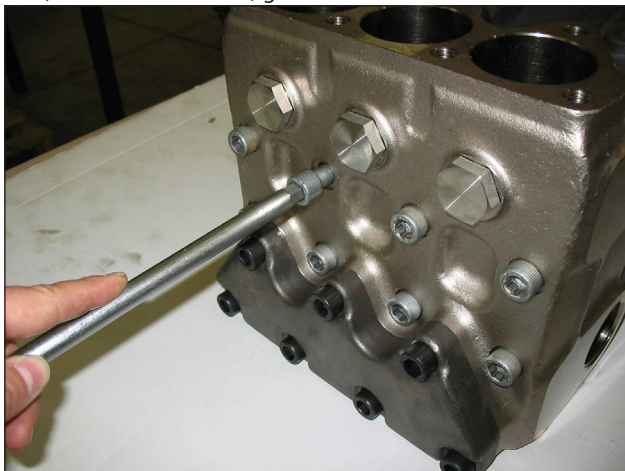

Abb. 20
A) Lösen Sie die Befestigungsschrauben des Kopfs M12x150 (M12x220 bei SWS71) gemäß Abb. 20.